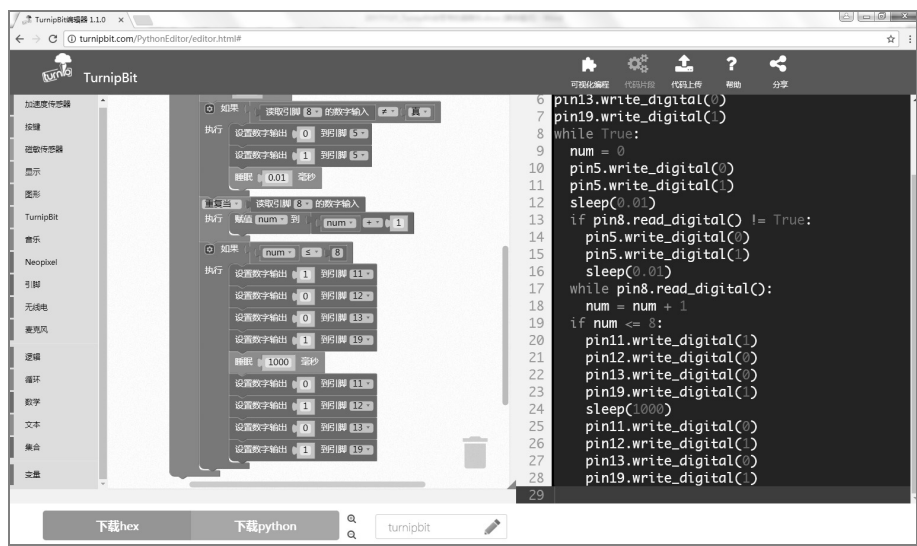

图 12-31 转向判断
④ 为了更简单、方便、快捷地实现功能，我们采用计数的方式，测量一个大概的距离，然后判定是否进行避障。细心的同学可能会发现，在程序一开始的时候定义了一个 num 变量，我们就用 num 来计数。当引脚 8 为高电平时，表示超声波模块的 Echo 引脚进入接收模式，不断地让 num 自加 1，直到超声波模块接收到返回信号，即引脚 8 为低电平时，停止计数。这里的 num 就能反映出当前避障车与障碍物之间的距离。这里以 25 厘米为安全距离进行测试，发现 num 的值为 8。这说明，如果避障车与障碍物之间的距离小于 25 厘米，num 就小于 8。所以，在程序中判断如果 num 的值小于或等于 8，就进行转向避障，如图 12-31 所示。